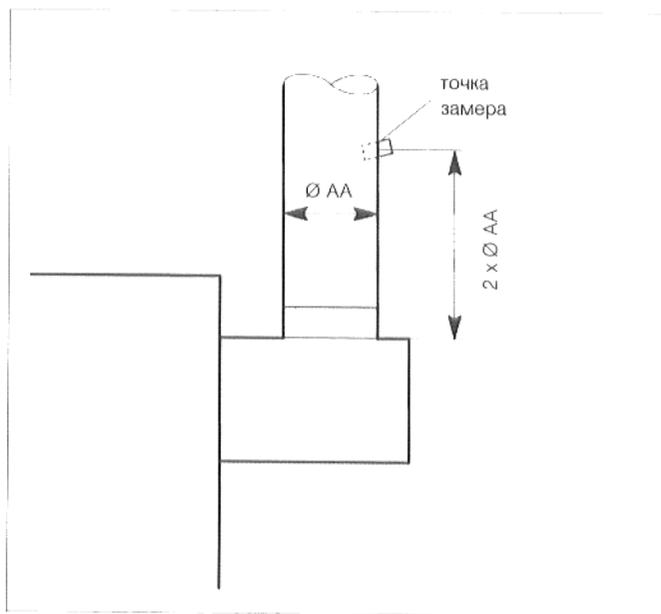

Рис. 33: точка замера в трубе отходящего газа
- Просверлите в трубопроводе отходящего газа, примерно $2 \times \text{Ø AA}$ после предохранителя потока, отверстие на противоположной от котла стороне (рис. 33).